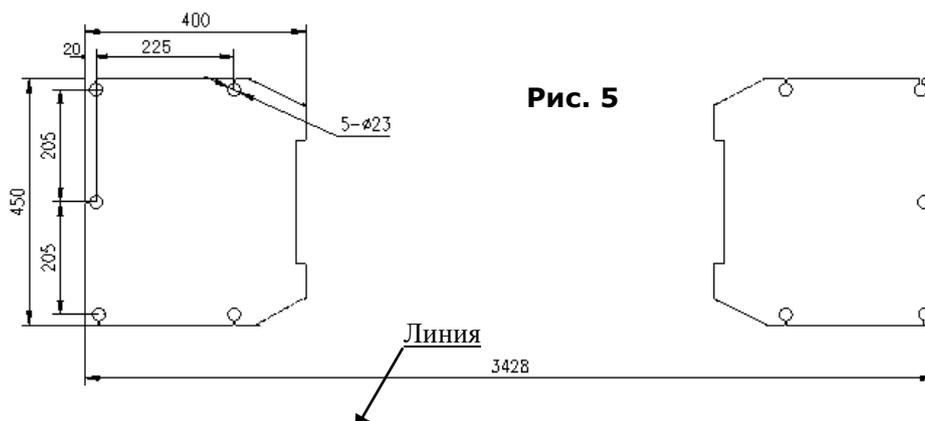

Рис. 5
**В. Нанесите мелом линии для монтажа опор подъемника (см. рис.5).**